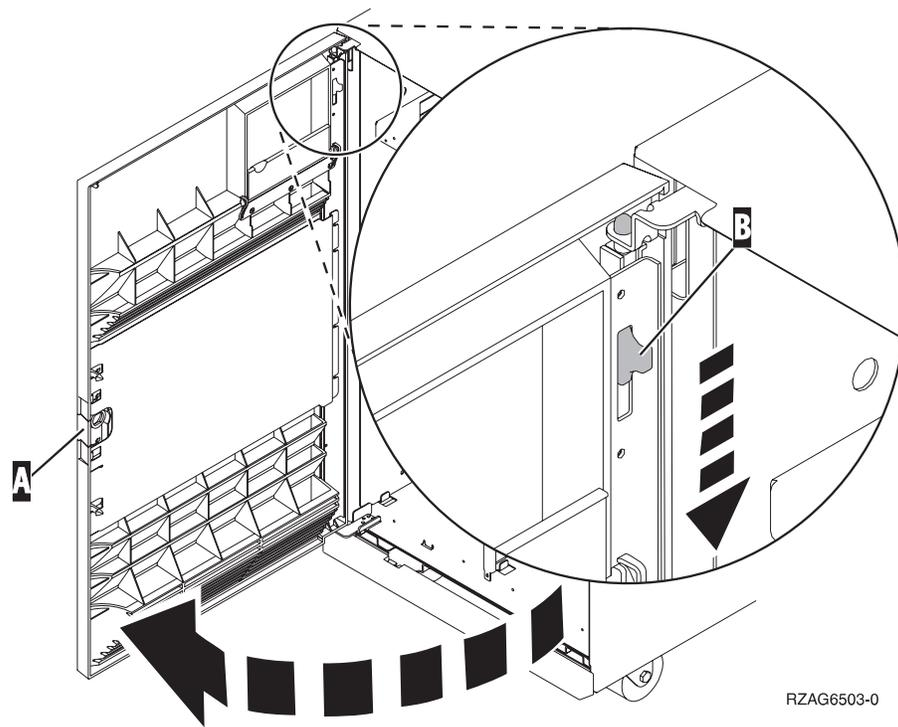
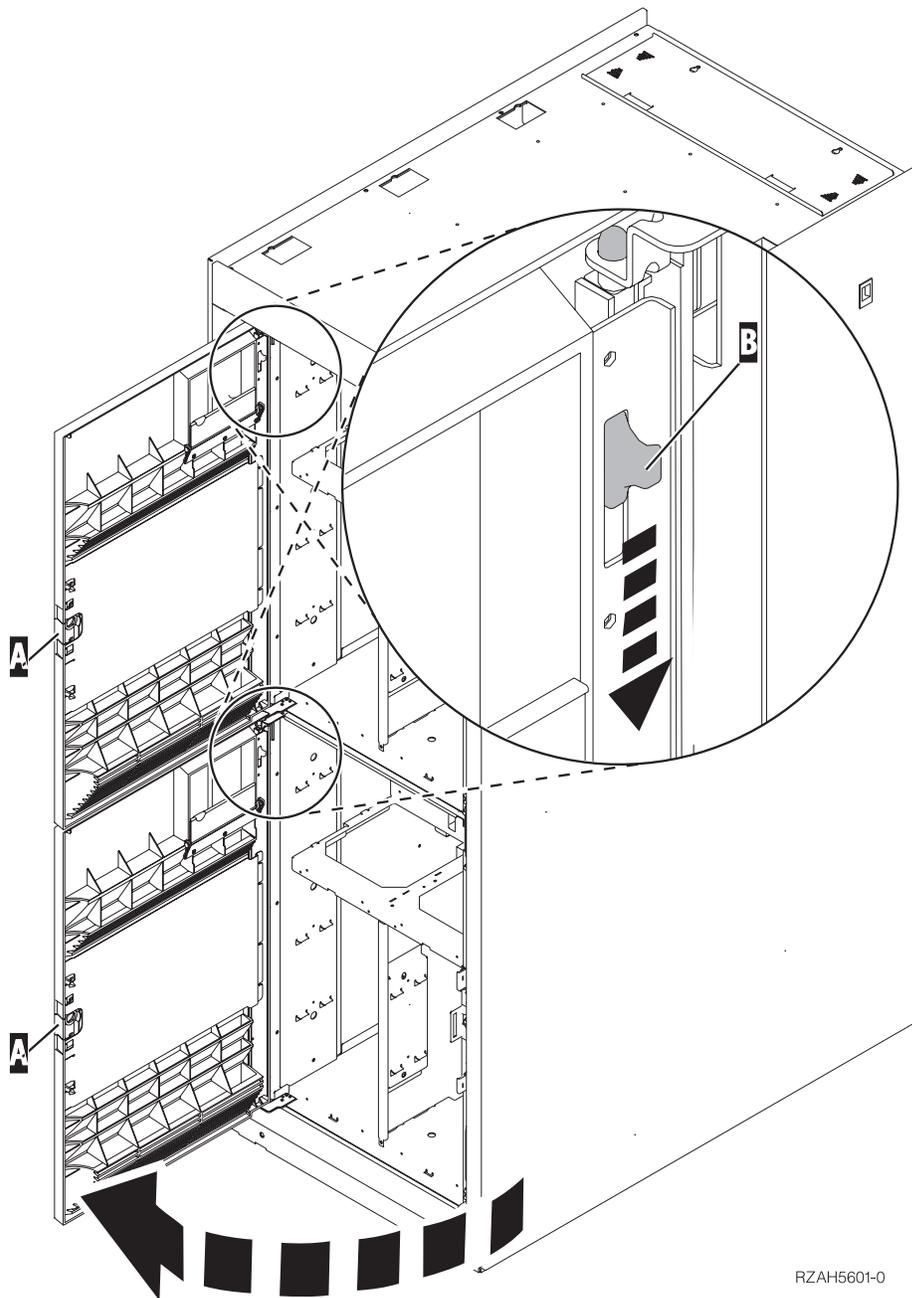

Figure 3. Ouverture du panneau avant (5074, 5094, 5095, 8093, 830, 840, 870, 890)
Figure 4. Ouverture du panneau avant (5079)
- ___ 2. Ouvrez le panneau avant **A** (figure 3, à la page 7 : 5074, 5094, 5095, 8093, 830, 840, 870 ou 890 ; figure 4, à la page 8 : 5079 ou 5294).
- ___ 3. Ouvrez le panneau avant **A** (figure 3, à la page 7 : 5074, 5094, 5095, 8093, 830, 840, 870 ou 890 ; figure 4, à la page 8 : 5079 ou 5294).
- ___ 4. Si nécessaire, utilisez le loquet **B** pour retirer le panneau avant (figure 3, à la page 7 : 5074, 5094, 5095, 8093, 830, 840, 870, 890 ; figure 4, à la page 8 : 5079 ou 5294).